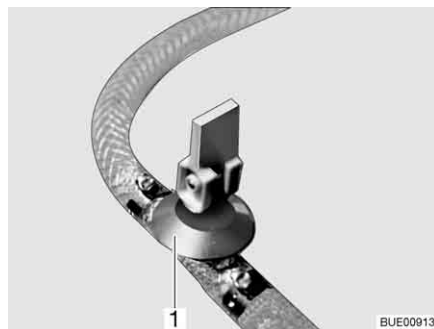

Fig. 209 Robinet de vidange
- Fermer le(s) robinet(s) de vidange. Placer le levier à bascule (Fig. 209,1) en position horizontale.
- Ouvrir le(s) robinet(s) de vidange (Fig. 209). Pour cela, placer le levier à bascule (Fig. 209,1) en position verticale. Le chauffe-eau se vide à l'extérieur.